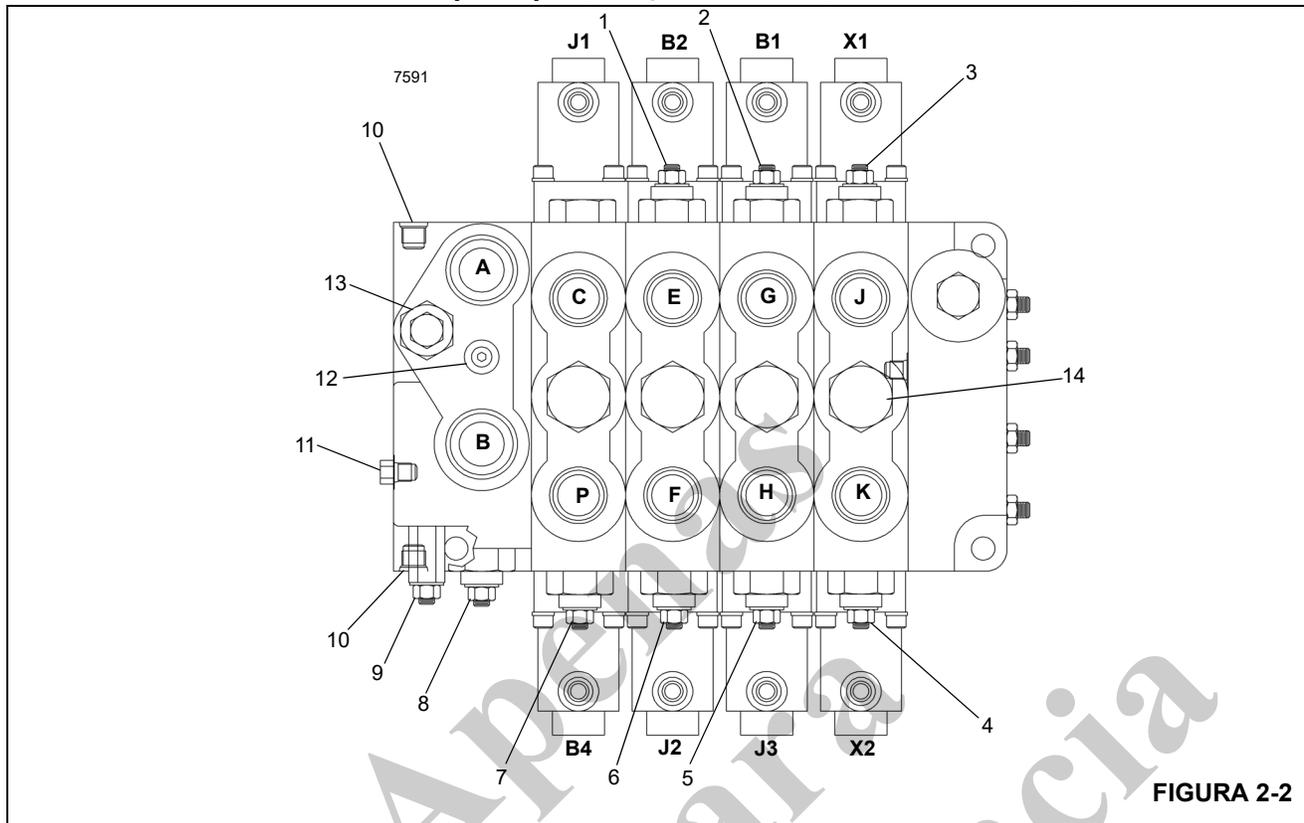
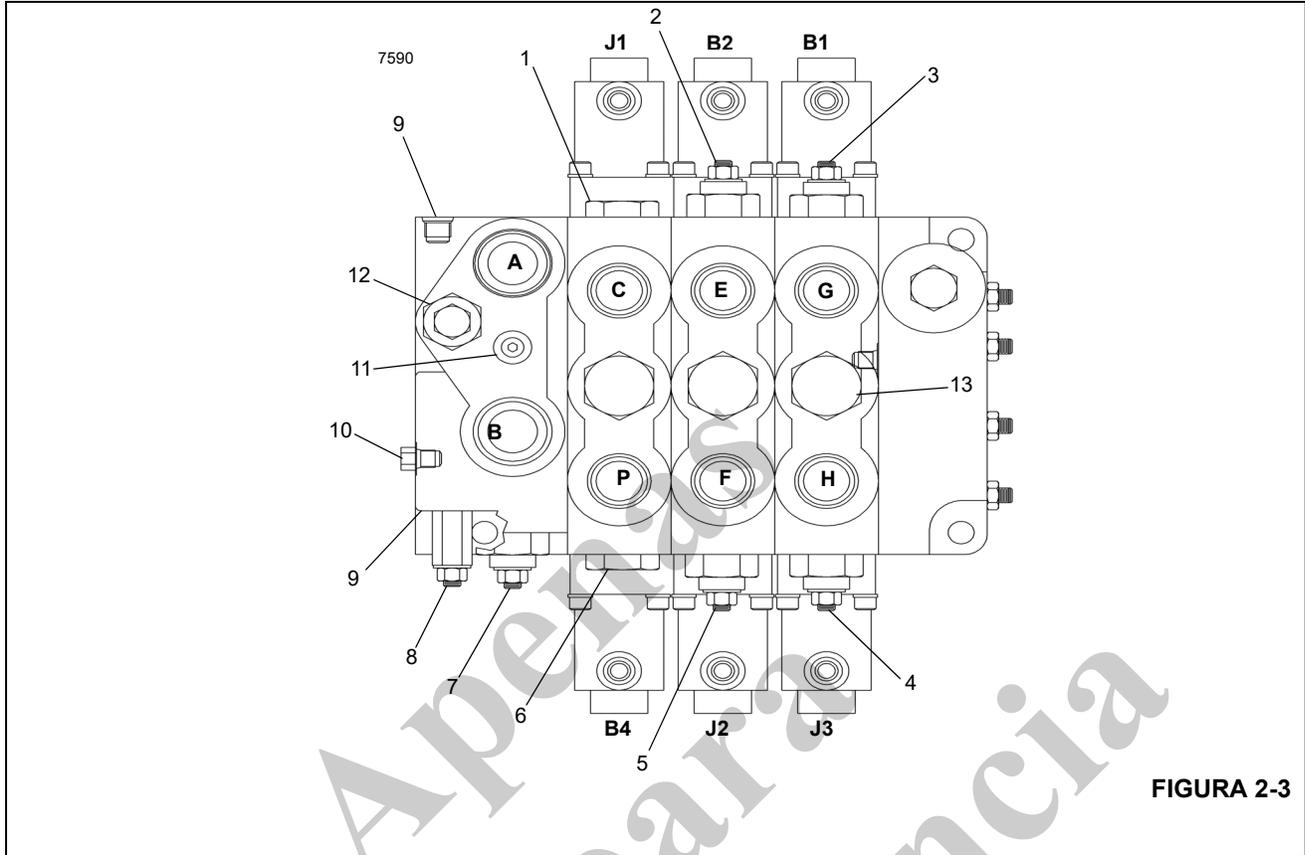

FIGURA 2-2
FIGURA 2-3
4. Tente elevar ou abaixar o guincho. Ajuste as válvulas de alívio na válvula de controle principal (Figura 2-2 e Figura 2-3) para 26.200 ± 689 kPa (4300 ± 100 psi).
3. Ajuste a válvula de alívio de abaixamento da lança na válvula de controle principal (Figura 2-2 e Figura 2-3) para 6.894 ± 689 kPa (1000 ± 100 psi).
5. Ajuste a válvula de alívio de abaixamento da lança na válvula de controle principal (Figura 2-2 e Figura 2-3) para 24.821 ± 689 kPa (3600 ± 100 psi).
4. Ajuste a válvula de alívio de extensão do telescópio na válvula de controle principal (Figura 2-2 e Figura 2-3) para $19.994,8 \pm 689$ kPa (2900 ± 100 psi).
6. Ajuste a válvula de alívio de retração do telescópio na válvula de controle principal (Figura 2-2 e Figura 2-3) para 15.513 ± 689 kPa (2250 ± 100 psi).